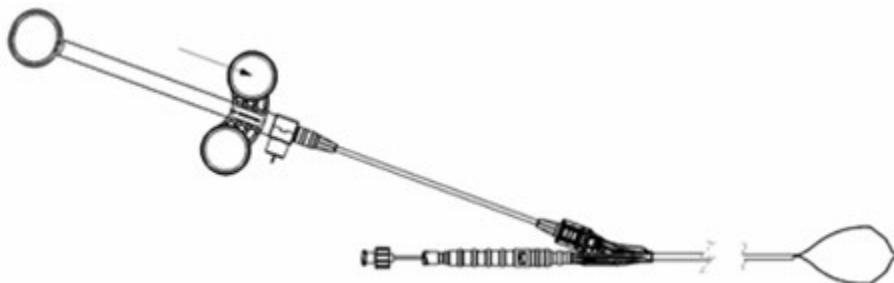

Abbildung 3
4. Wenn der Polyp oder das Gewebe endoskopisch visualisiert wurde, die Schlinge durch Wegbewegen der Fingerringe vom Daumenring in eine geöffnete Position bringen (Abbildung 3).
5. Durch endoskopische Sichtprüfung sicherstellen, dass die Schlinge vollständig geöffnet ist (Abbildung 3).
3. Wenn der Polyp oder das Gewebe endoskopisch visualisiert wurde, die Schlinge durch Wegbewegen der Fingerringe vom Daumenring in eine geöffnete Position bringen (Abbildung 3).
4. Durch endoskopische Sichtprüfung sicherstellen, dass die Schlinge vollständig geöffnet ist. (Abbildung 3).